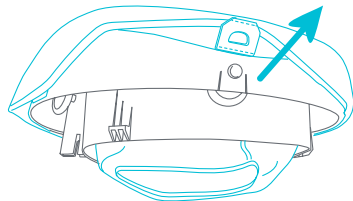

Fig. 7a
- Para extraer la tela del asiento para acondicionarlo, retire todas las hebillas de la lengüeta en la base del asiento (Fig. 7a).